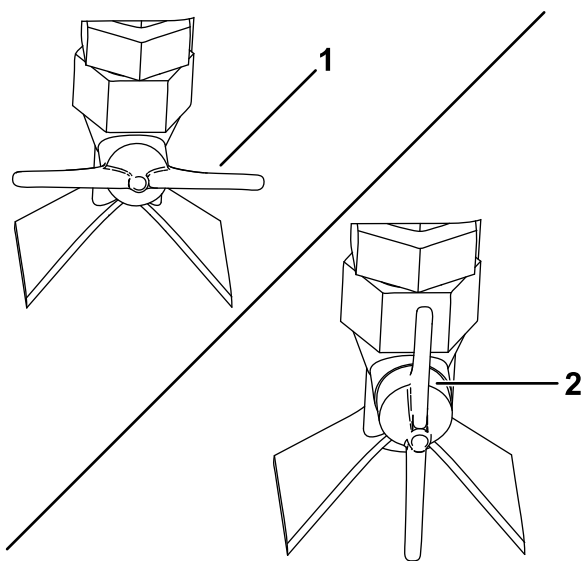

Figure 55
- Pour le jet en éventail – tournez la valve de pulvérisation sur le côté de la buse à l'horizontale (Figure 55).
- Pour le jet droit – tournez la valve de pulvérisation sur le côté de la buse à la verticale (Figure 55).